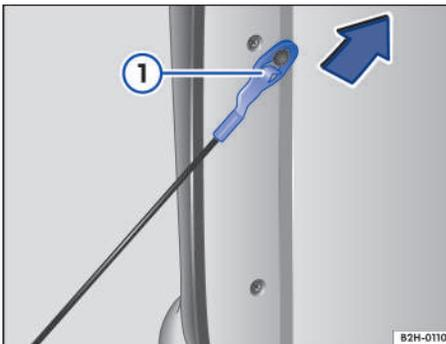

Fig. 51 Desenganchar el cable de sujeción de la compuerta de carga.
4. Tire del cable de sujeción hacia arriba, en el sentido de la flecha y hasta el tope, y desengánchelo → **fig. 51**.
4. Tire del cable en el sentido contrario al de la flecha, hasta el tope → **fig. 51**.